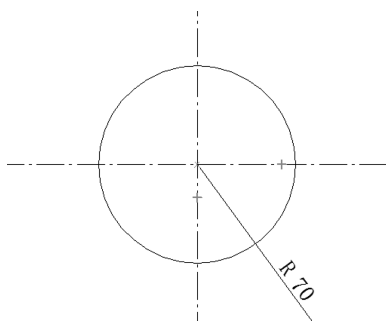

图 6-92 放置视图
(2) 在图纸的点画线中间的位置单击确定圆的位置，如图 6-92 所示。